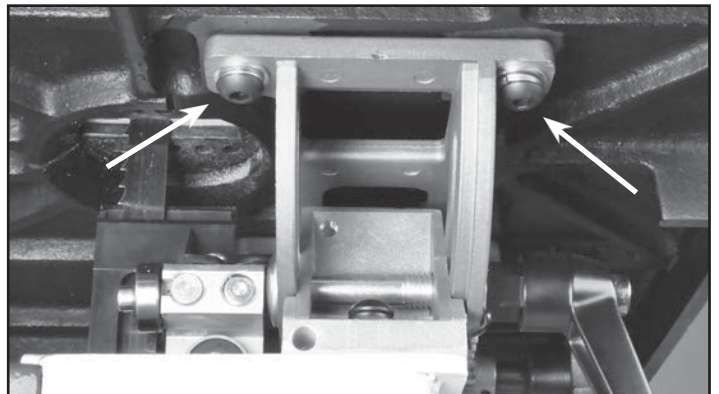
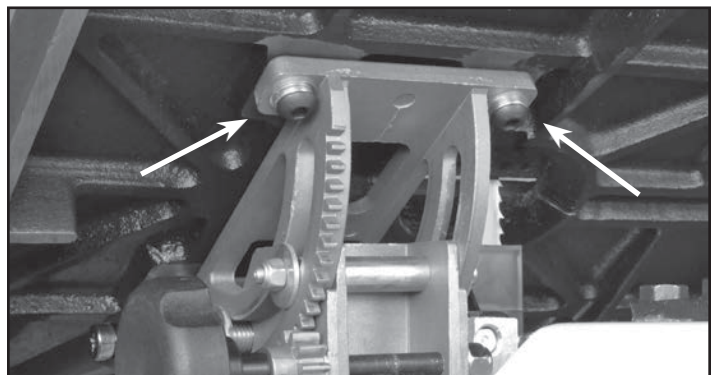

FIGURE 2
FIGURE 3
3. Fixez la table au tourillon avec les quatre vis six pans, Socket Cap rondelles et des rondelles (pièces # 11B, 10B, 9B). Installez deux boulons à droite de la lame, la main serrée seulement. Fig. 2. Versez alors la table à 45 degrés et installer les deux boulons à gauche de la lame. Fig. 3. **NE PAS** serrer les boulons à ce moment. Retour à la table en position horizontale.